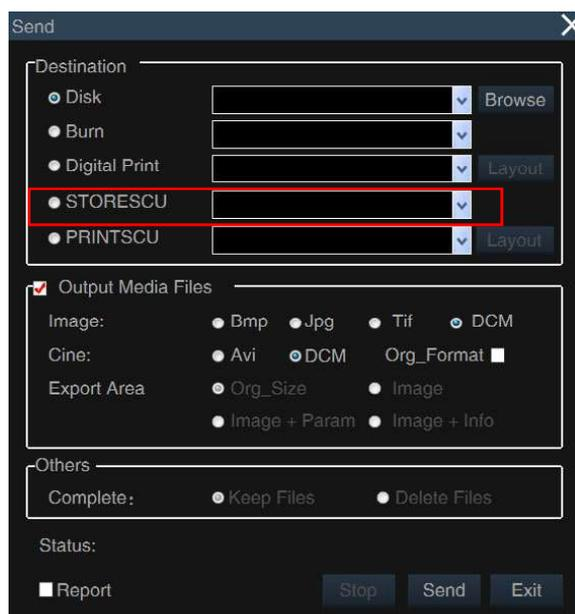

Fig. E-10 Archive Management - Enviar tela
- 2) Selecione o registro do paciente a ser enviado na lista de pacientes, clique em Enviar na parte inferior da tela para exibir a tela **Enviar**, conforme mostrado na Fig. E-10.